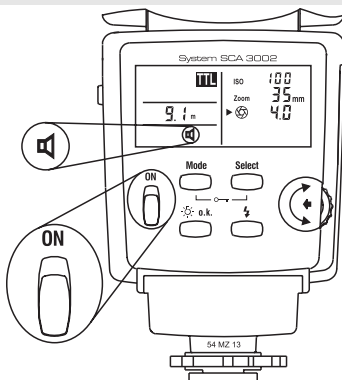

Bild 13 / Fig. 13 / Afb. 13
12.1 Alarm-/Beep-Funktion ☞ (Bild 13)
(avertisseur sonore - Fig. 13)
12.1 Beep-functie (afbeelding 13)